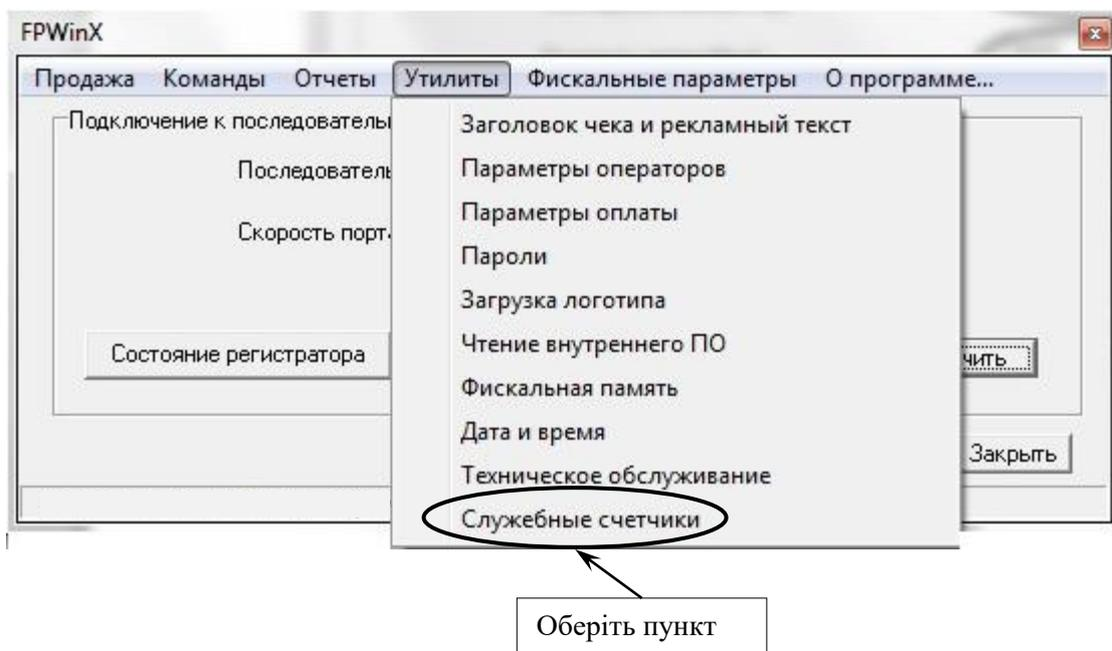

Рисунок 39
– у вікні програми обрати закладку «Утилиты», далі у випадіючому меню обрати пункт «Служебные счетчики» (рисунок 39);